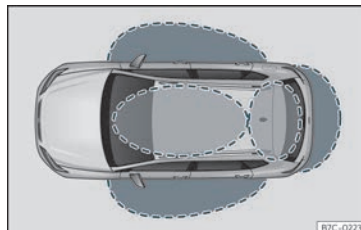
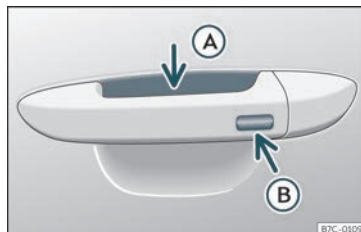

Fig. 72 Keyless Access: zones de proximitat.
Fig. 73 Sistema de tancament i arrencada sense clau Keyless Access
Keyless Access és un sistema de tancament i arrencada sense clau amb el qual es pot desbloquejar i bloquejar el vehicle sense utilitzar-ne activament la clau. Per fer-ho, només cal que hi hagi una clau del vehicle vàlida a la zona de detecció corresponent en intentar accedir al vehicle »» **fig. 72** i tocar una de les superfícies sensores de les manetes de les portes »» **fig. 73** o accionar el *soft-touch*/agafador de la porta posterior »» pàg. 103 »» ❶.
Si es detecta una clau vàlida en una de les zones properes »» **fig. 72**, el sistema de tancament i arrencada sense clau Keyless Access atorga a aquesta clau drets d'accés quan es toca una de les superfícies sensores de les manetes de les portes davanteres o s'acciona el *softtouch*/agafador situat la porta posterior. Les següents funcions són possibles sense haver d'utilitzar activament la clau del vehicle:
- Agafeu la maneta d'una de les portes davanteres. Quan ho feu, toqueu la superfície sensora »» **fig. 73** ❶ (fletxa) de la maneta i es desbloquejarà el vehicle.
• Toqueu *un cop* la superfície sensora de bloqueig »» **fig. 73 B** (fletxa) de la maneta d'una de les portes davanteres. La porta de la maneta que s'aciona ha d'estar tancada.
- Toqueu *un cop* la superfície sensora »» **fig. 73 B** (fletxa) de la maneta d'una de les portes davanteres. El vehicle es bloqueja amb el sistema de seguretat "Safe" »» pàg. 98. La porta de la maneta que s'aciona ha d'estar tancada.
- Toqueu *dues vegades* la superfície sensora »» **fig. 73 B** (fletxa) de la maneta d'una de les portes davanteres per bloquejar el vehicle sense activar el sistema de seguretat "Safe" »» pàg. 98.
Quan el vehicle està bloquejat, la porta posterior es desbloqueja automàticament quan s'obre si hi ha una clau del vehicle vàlida a la seva zona pròxima »» **fig. 72**.
- Premeu el botó de tancament  del comandament a distància i toqueu una vegada, dins dels 5 segons següents, la superfície sensora de bloqueig de la maneta de la porta del conductor »» **fig. 73 B**. No agafeu la maneta de la porta perquè, si ho feu, el vehicle no es bloquejarà. També és possible dur a terme la desactivació si es bloqueja el vehicle a través del pany de la porta del conductor.
Per **tancar amb la funció de confort** totes les finestretes elèctriques, mantingueu un dit durant uns segons sobre la superfície sensora de bloqueig »» **fig. 73** (fletxa) de la maneta de la porta fins que s'hagin tancat les finestretes i el sostre.
Les superfícies sensores de les manetes de les portes podrien activar-se en rebre un raig d'aigua o de vapor a gran pressió en el cas que hi hagués alguna clau del vehicle vàlida a la zona pròxima. Si almenys una de les finestretes amb alçavides elèctric està oberta i s'activa la superfície sensora »» **fig. 73** (fletxa) d'una de les manetes de manera permanent, es tancaran totes les finestretes.
- **O BÉ:** toqueu *dues vegades* la superfície sensora situada a la part exterior de la maneta de la porta »» » **fig. 73** .